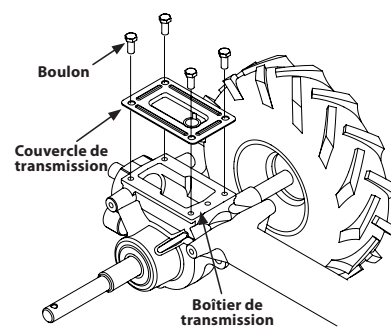

Figure 23
4. Nettoyez la saleté et les résidus autour du couvercle de transmission. Voir la Figure 23.
5. Retirez les quatre boulons (5/16-18 x 0,75) qui fixent le couvercle de transmission à l'arbre des dents et retirez le couvercle. Voir la Figure 23.